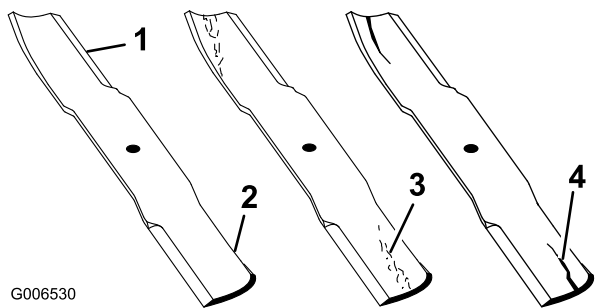
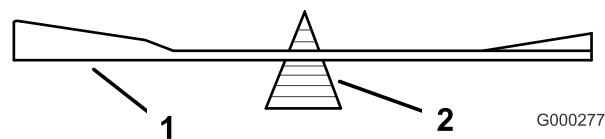

Figure 47
Figure 51
1. Examinez le tranchant des lames (Figure 47). Si les lames ne sont pas suffisamment coupantes ou présentent des indentations, déposez-les et affûtez-les. Voir Affûtage des lames.
2. Inspectez les lames, surtout la partie relevée (Figure 47). Remplacez immédiatement toute lame usée ou qui présente une fissure ou une entaille (repère 3. de la Figure 47).
2. Vérifiez l'équilibre de la lame en la plaçant sur un équilibreur (Figure 51). Si la lame reste horizontale, elle est équilibrée et peut être utilisée. Si la lame est déséquilibrée, limez un peu l'extrémité de la partie relevée seulement (Figure 47). Répétez la procédure jusqu'à ce que la lame soit équilibrée.